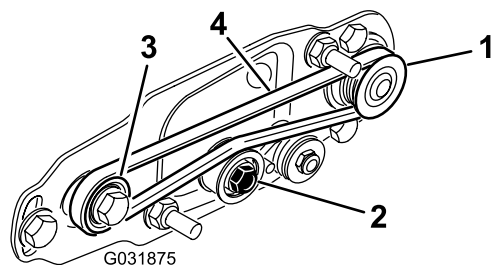

Figura 25
- A. Avvolgete la cinghia intorno alla puleggia **motrice** e successivamente intorno alla parte superiore della puleggia tendicinghia (Figura 25).
- B. Avviate la cinghia sulla puleggia **condotta** (Figura 25).